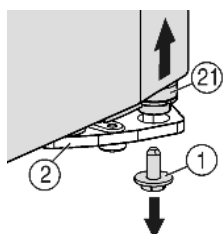
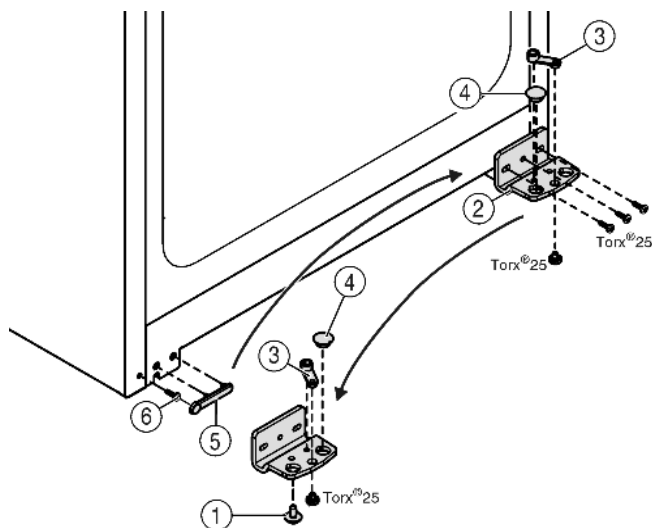

Fig. 4
Fig. 5
- ▶ Внизу справа на опорном кронштейне выкрутите фиксирующий винт Fig. 4 (1).
- ▶ Опорный палец Fig. 4 (21) можно извлечь из опорного кронштейна Fig. 5 (2).
- ▶ Если установочный винт Fig. 4 (21) не откручивается, его можно вынуть, нажав на него снизу.
- ▶ Открутите опорный кронштейн Fig. 5 (2).
- ▶ Открутите опорную деталь Fig. 5 (3) и, переставив в отверстие на противоположной стороне опорного кронштейна, снова прикрутите.
- ▶ Извлеките заглушку Fig. 5 (4) из опорного кронштейна и переставьте ее в отверстие на противоположной стороне опорного кронштейна.
- ▶ Осторожно снимите крышку со стороны ручки Fig. 5 (5).
- ▶ Выкрутите болт Fig. 5 (6) и вкрутите на противоположную сторону.
- ▶ Снова установите крышку Fig. 5 (5).
- ▶ Снова прикрутите опорный кронштейн Fig. 5 (2) на новой стороне шарнира (с моментом 4 Нм). При необходимости используйте аккумуляторный шуруповерт.
- ▶ Вкрутите фиксирующий винт *Fig. 4 (1)* внизу в опорный палец и затяните (**с моментом 4 Нм**).